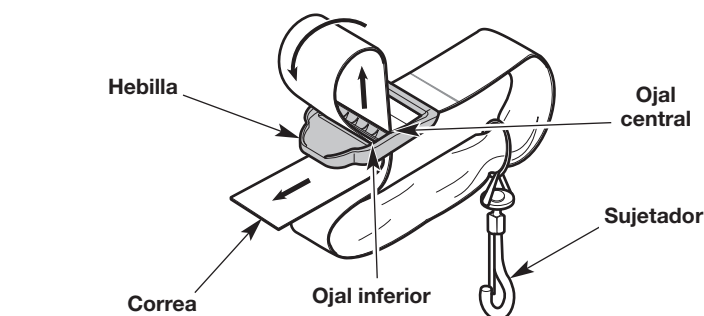

Fig. 5
1. Haga pasar la correa hacia arriba por el ojal central de la hebilla (Fig. 5).
2. Doble la correa sobre sí misma y hágala pasar por el ojal inferior de la hebilla (Fig. 5).